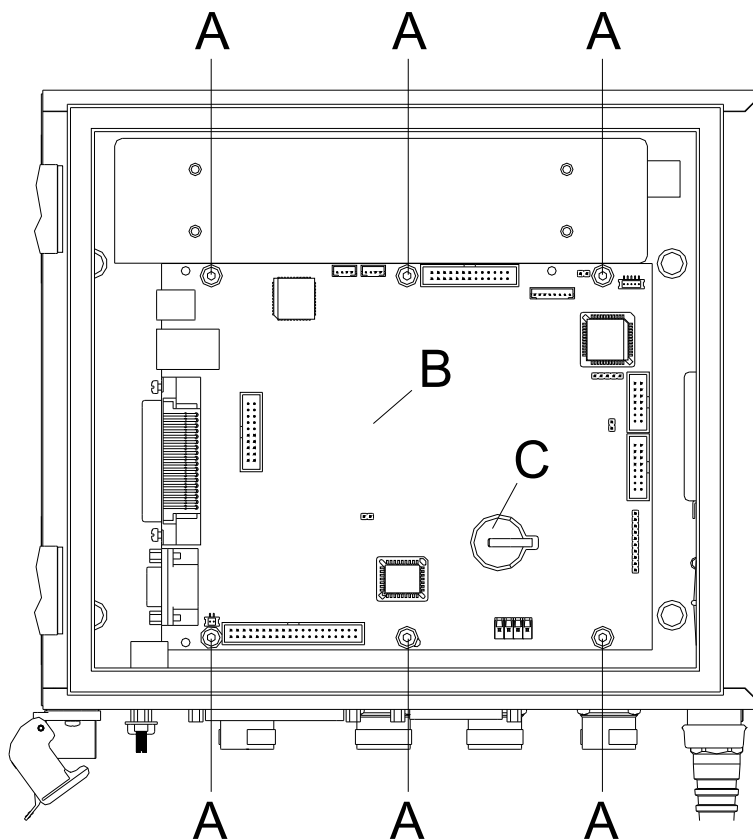

Figura 6
3. Inserire una cellula nuova nel supporto (C, Figura 6).